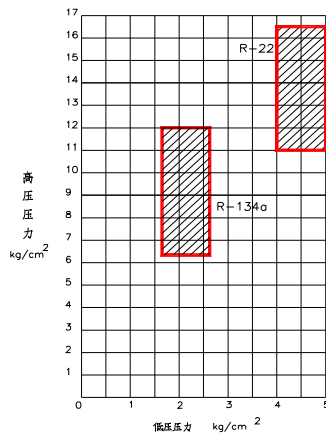

图 3-5：高低压力范围
- 2) 机组运行时，冷媒分别为 R22 和 R134a 时，高压压力及低压压力的范围（如图 3-5）。